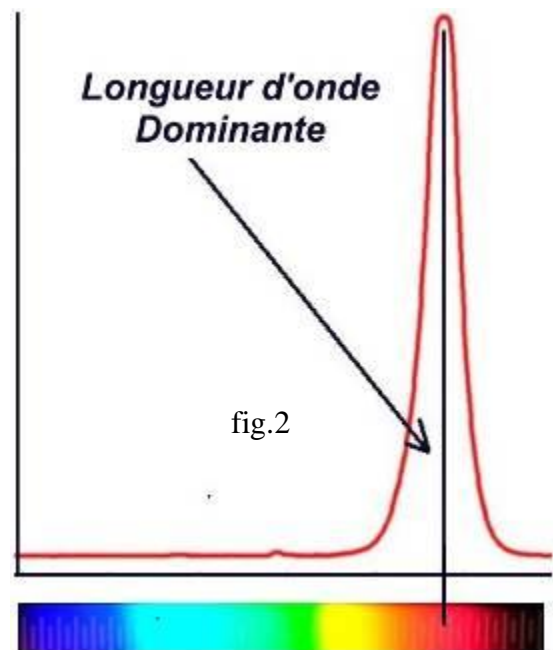

fig.2
- les colorées dont le spectre (sorte de carte d'identité de la couleur) est quasi monochromatique et caractérisé par une longueur d'onde dite dominante, exprimée en nanomètre, qui en fixera la couleur (fig. 2).